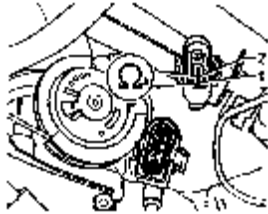

图 3-15 检查 λ 传感器的导通性
(2) 检查插头上 λ 传感器加热端子 1 和 2 是否导通，如图 3-15 所示。如果不通，更换 λ 传感器 G39。如果导通，则进行以下检查操作。